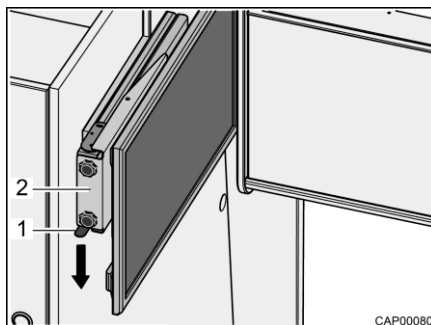

Fig. 31 Base estraibile con schermo piatto
- Premere verso il basso la molla d'arresto (Fig. 31,1) ed estrarre orizzontalmente la base estraibile (Fig. 31,2) con lo schermo piatto in direzione del centro del veicolo.
- Fare scorrere orizzontalmente la base estraibile (Fig. 31,2) con lo schermo piatto fino all'arresto. La molla d'arresto (Fig. 31,1) scatta in posizione.